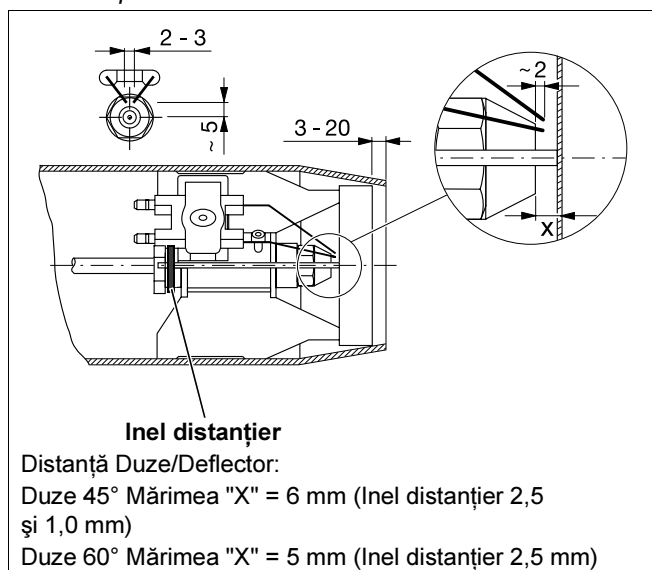

Fig. 20 Verificarea mărimilor de reglaj a electrozilor de aprindere
- Se verifică mărimile de reglaj a electrozilor de aprindere (Fig. 20).